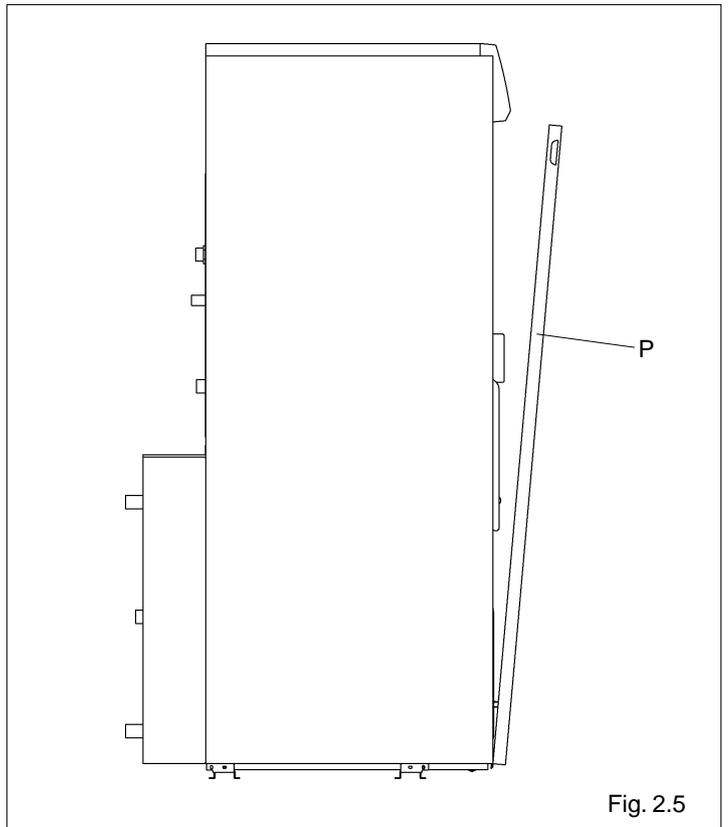

Fig. 2.5
- quitar el panel delantero (P) del revestimiento (fig. 2.5)